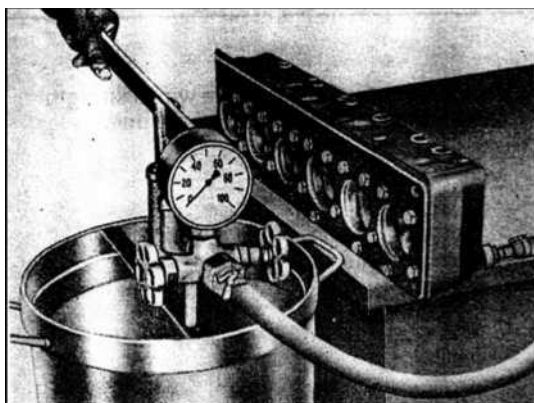

РИС. 68
- 4) Подсоедините другой конец водяного шланга к ручному водяному насосу, опущенному в ёмкость с горячей водой, желательно с температурой 70°C - 80°C (рис. 68).